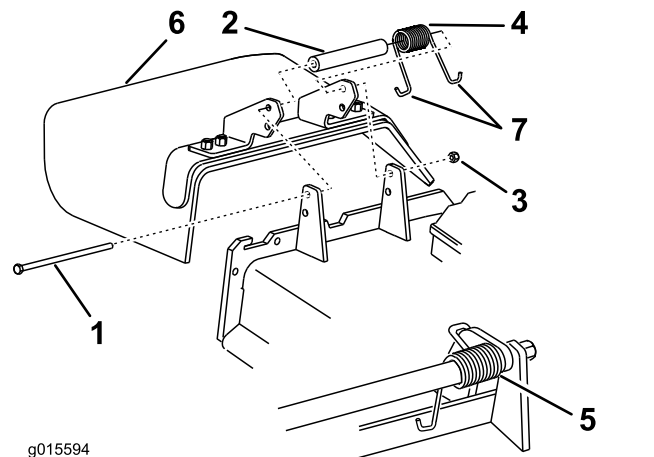

Figura 109
1. Togliete il dado di bloccaggio, il bullone, la molla e il distanziale che fissano il deflettore alle staffe orientabili del tosaerba (Figura 109).
2. Togliete il deflettore di sfalcio se è danneggiato o consumato (Figura 109).
Nota: Verificate che l'estremità a J della molla si trovi dietro il bordo del piatto di taglio prima di montare il bullone, come illustrato in Figura 109.
6. Infilate l'estremità a J della molla attorno al deflettore di sfalcio (Figura 109).